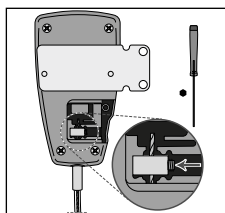

Fig. 6
5. Draai met de inbussleutel de zekeringsschroef van het kabel eindblokje twee á drie omwentelingen los en verwijder het blokje van de binnenkabel (zie fig. 6).